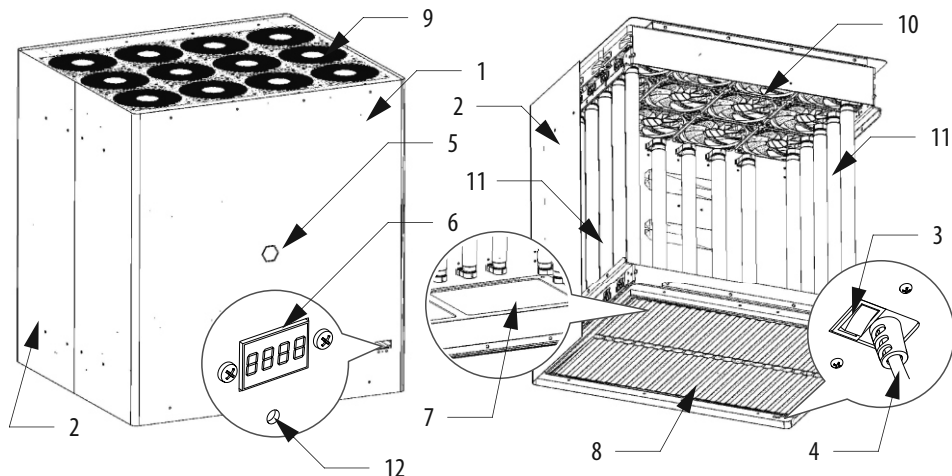

Рисунок 1. Общая конструкция рециркулятора ОВУ-33-116, ОВУ-33.1-116.
5.4. Рециркулятор оборудован цифровым счётчиком наработки ламп. Счётчик показывает наработку с точностью до часа, при достижении 9000 часов начинает мигать, сигнализируя о необходимости их замены. Сброс счётчика производится при первом включении после замены ламп нажатием и удержанием в течении 5 секунд кнопки «Сброс» (см. рис.1 поз.12).